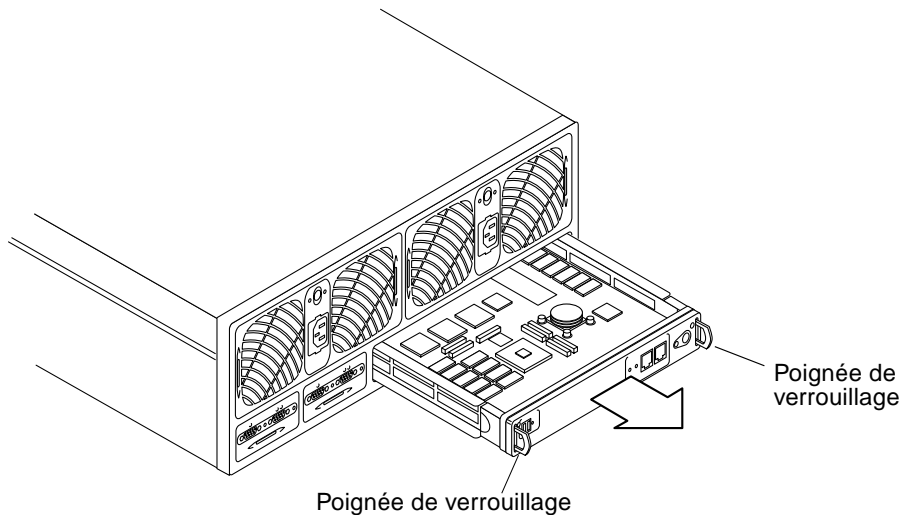

FIGURE 14-8 Retrait de la carte contrôleur
5. Déverrouillez la carte contrôleur en appuyant sur ses poignées de verrouillage (FIGURE 14-8).